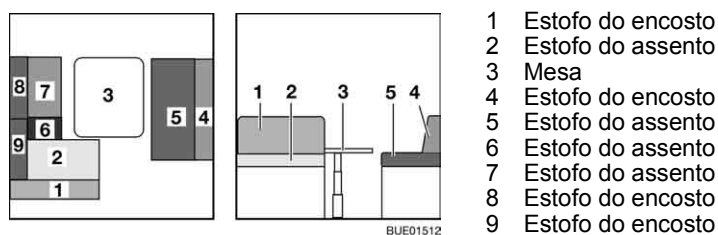

Fig. 149 Antes da transformação
- Transforme a mesa (Fig. 149,3) em base para cama (ver ponto 6.11).
- Retire os estofos do encosto (Fig. 149,1 e 8) e coloque-os de lado.